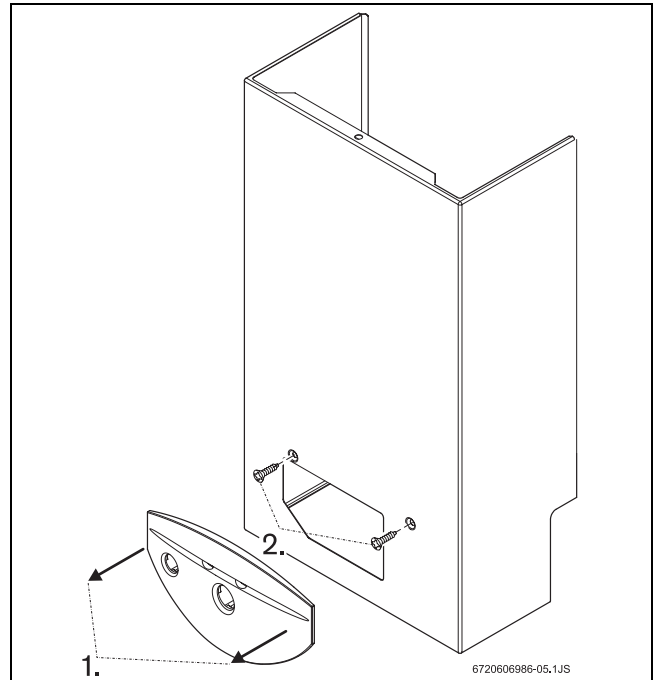

Рис. 12 Зняти панель
- ▶ Зняти панель з обладнання, потягнувши її на себе (Рис. 12, елемент 1).
- ▶ Відкрутити два гвинта (Рис. 12, елемент 2).
- ▶ Зняти кожух (див. Рис. 12).
- ▶ Одночасно натиснути на обидва виступи (A) та витягнути електронний блок.